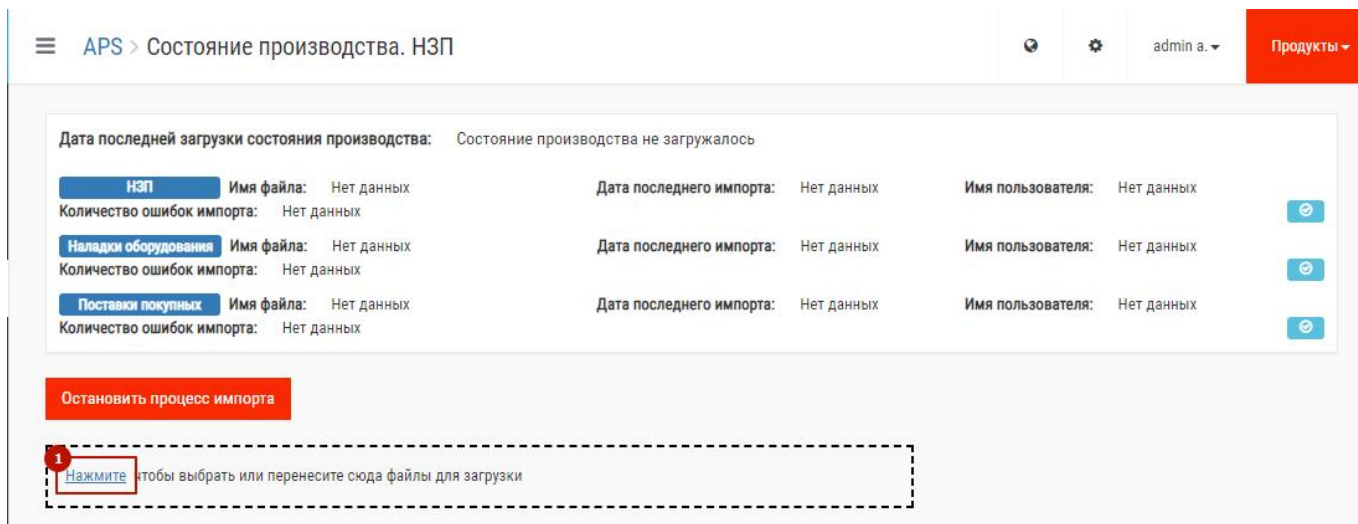

Рис. 63 – Запуск импорта файла НЗП
- Далее необходимо нажать ссылку «Нажмите» и выбрать файл, содержащий состояние НЗП (1 на Рис. 63).